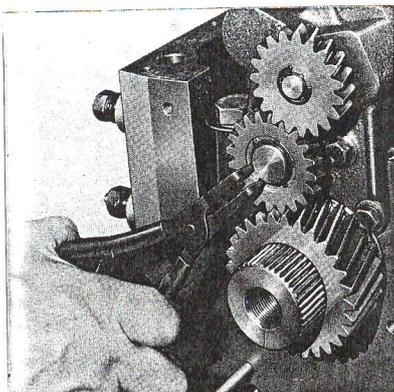

Fig. P4 — Dépose du circlip d'arrêt du pignon fou de pompe à huile.
4. Déposer le circlip d'arrêt du pignon fou de pompe à huile, puis le pignon (fig. P4 et P5).